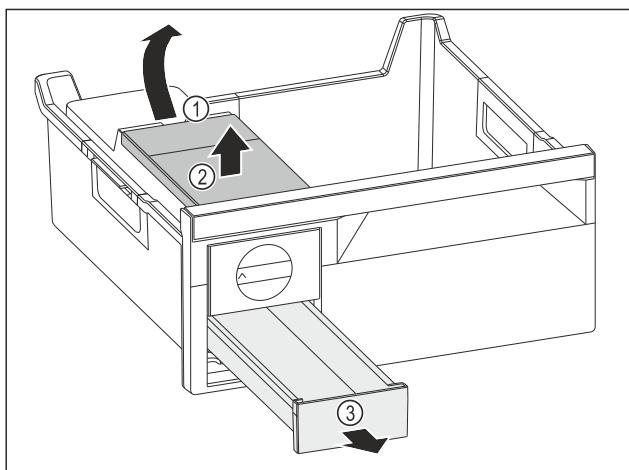

Fig. 157
- Wassertank entnehmen: Wassertank an der Aussparung Fig. 157 (1) anheben.
- Wassertank Fig. 157 (2) nach oben entnehmen.
- Eiswürfelschubfach Fig. 157 (3) nach vorne entnehmen.